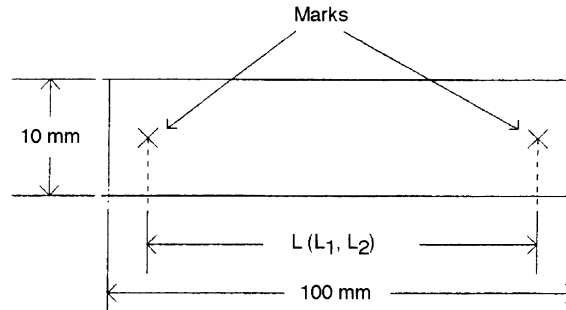

図 1
- 4.3 図 1 に示されているように、定規と卦書きツールを用いて、試料上にマークを書く。マークは、試料の各エッジに平行でなければならないし、また測定される距離 L は、試料の長手側面に平行でなければならない。マークは、試料端部の 5 mm 以内に配置する。
6.1 ガラス板の間に試料を置き、2つのマーク間の長さ L_1 を拡大投影器で測定する（図 1 参照）。すべての試料について、この測定を繰り返す。